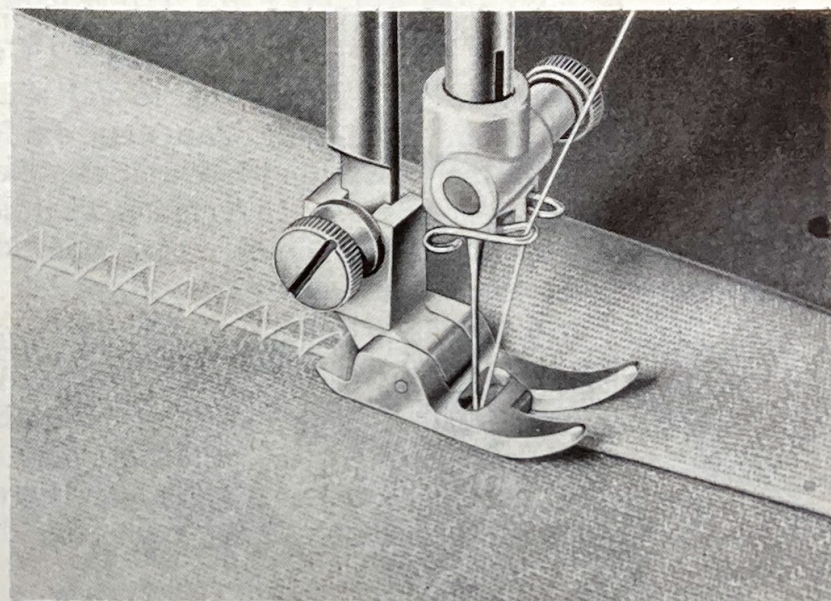

Abb. 31
a) Der elastische Saum in Trikotstoff (Abb. 31)